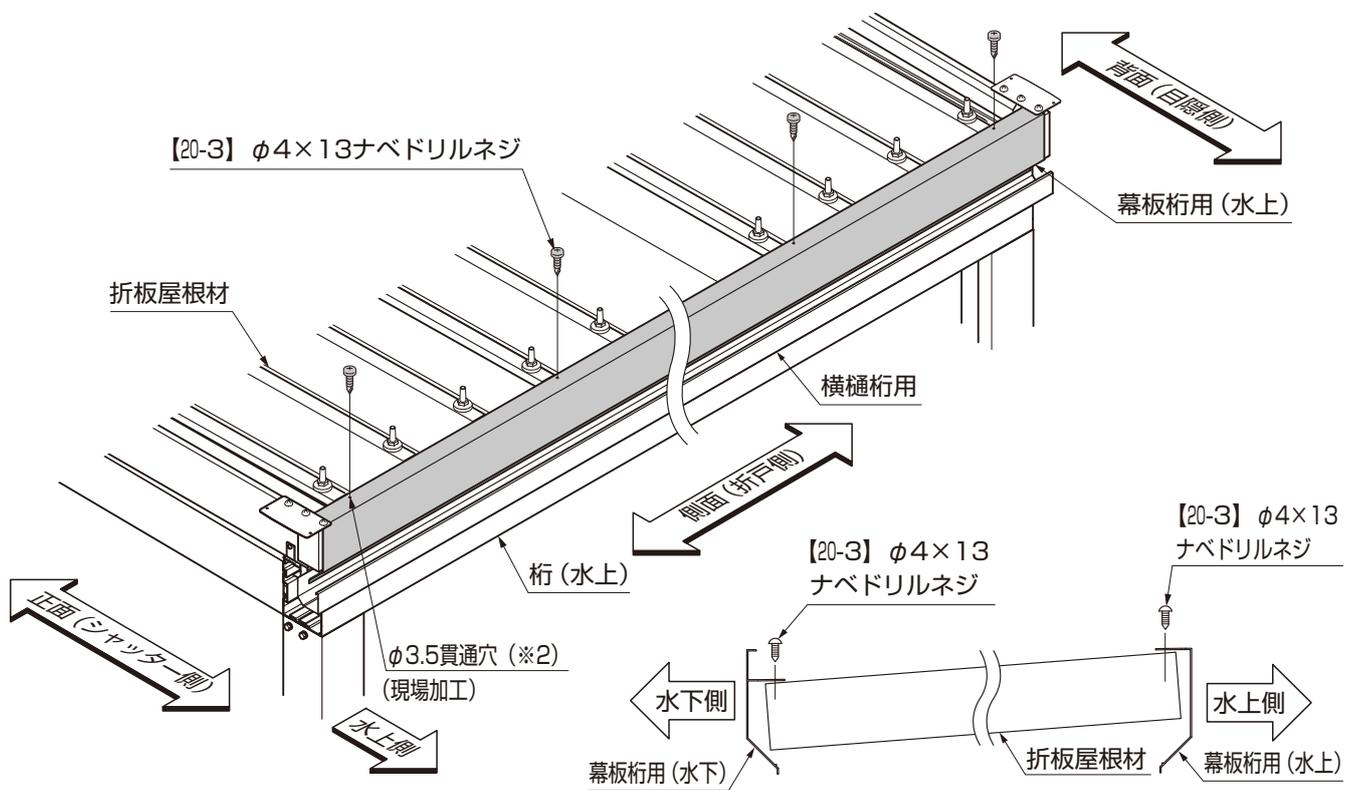

図17-4 幕板桁用の取付け
- 幕板桁用(水上)と幕板桁用(水下)で取付け高さが異なります。(図17-4参照)
- ⑤折板の山に合わせて、幕板桁用と折板屋根材に、φ3.5(※2)の穴加工をして貫通させてください。
- ⑥幕板桁用と折板屋根材を【20-3】で取付けてください。